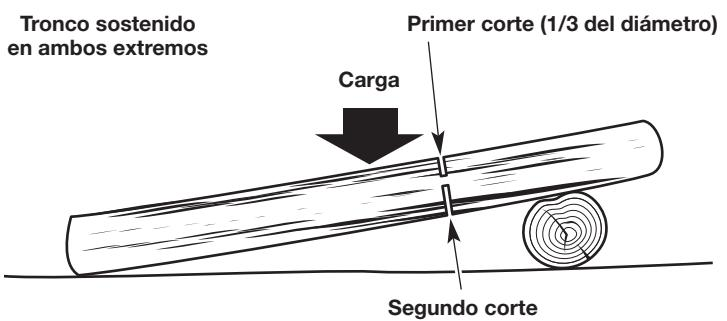

Fig. 15
- Si el tronco está sostenido en dos extremos (Fig. 15), haga el primer corte desde el lado de arriba (tronzado desde arriba). Consulte *Tronzado desde arriba*.